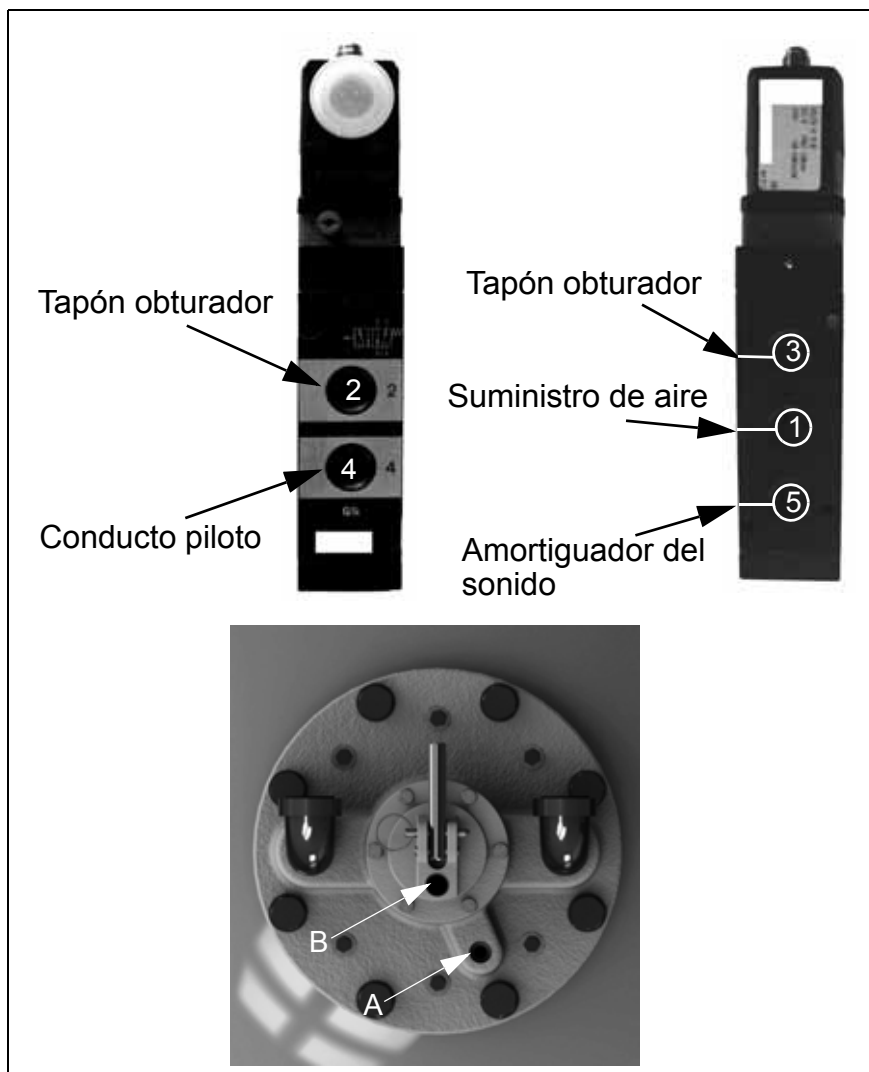

Fig. 5: Conexión neumática de una válvula magnética de 5/2 vías
4. Cerrar las conexiones (2 y 3 fig. 5) con obturadores.